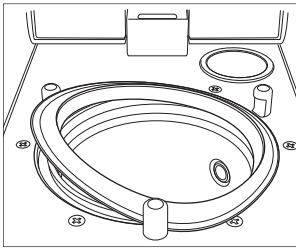

図 33
- 3) パッキンを引っ張って取り外します。(図 33、34)